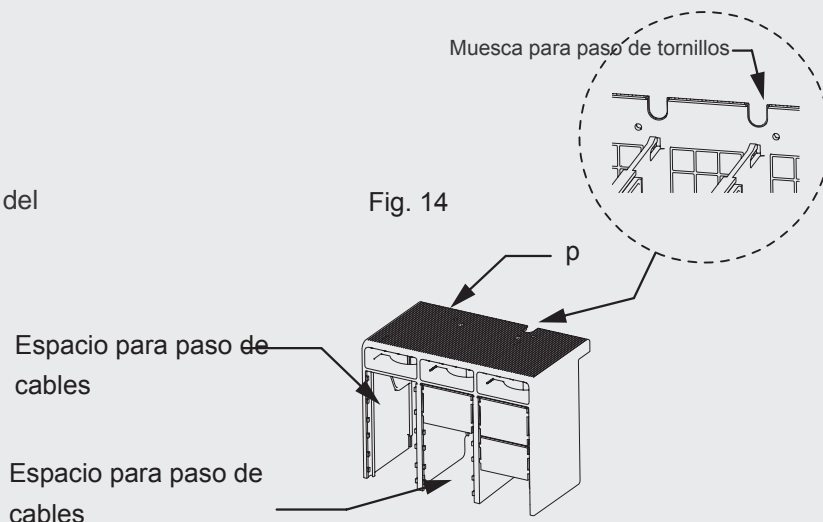

Fig. 14
- Prepare la cubierta del extremo de carga del interruptor (p) (Fig. 14)